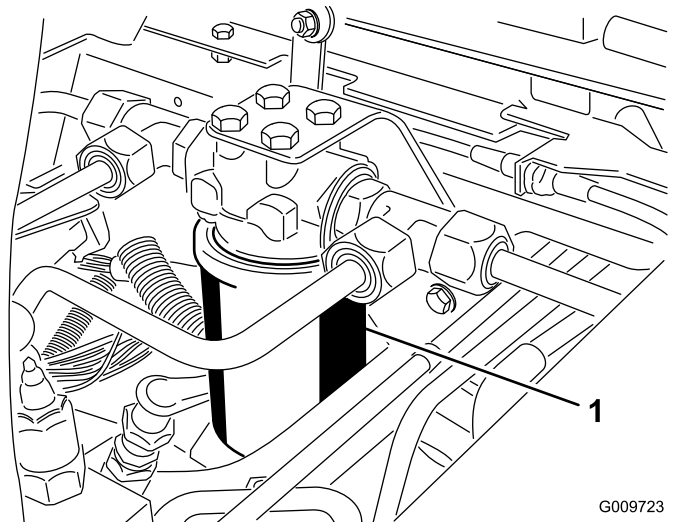
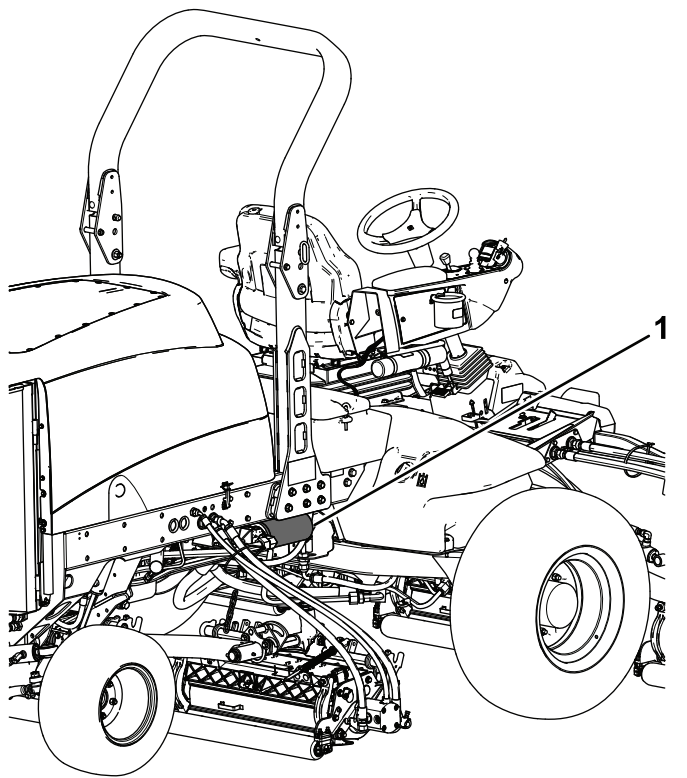

Figure 118
Figure 119
3. Placez un bac de vidange sous le filtre et déposez le filtre (Figure 118 & Figure 119).